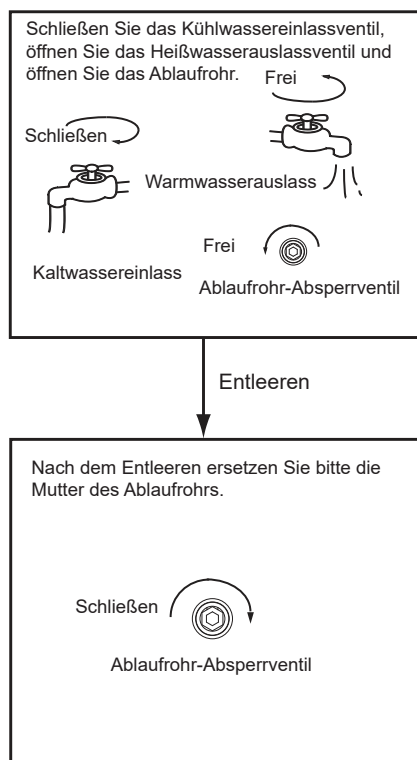

Abb. 4-2
- • Entleeren: Vor Reinigungs- oder Transportarbeiten sowie ähnlichen Maßnahmen muss der Tank entleert werden. Methode: Siehe *Abb. 4-2*: